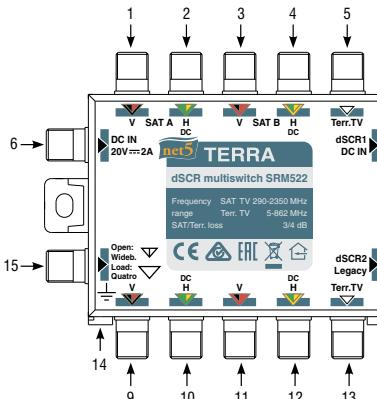

Рис. 1. Внешний вид мультизвича
Конфигурацию мультисвича SRM522 можно изменить с входного режима IF широкополосного спутникового конвертера Ку-диапазона на входной режим IF Quattro спутникового конвертера Ку-диапазона (SAT A, LNB LOlow=9750 MHz и LOhigh=10600 MHz), подключив к конфигурируемому входу нагрузку 75 Ω до включения питания (см. Рис. 1, поз. 15).
1. Мультизвич питается от местного источника (20 V) через входной разъем постоянного тока (см. Рис. 1, поз. 6) и передает постоянный ток в магистральные линии H. (Рекомендуется использовать блок питания PS20F 20 V).	Рекомендуется в качестве первоочередного варианта. ПРЕДУПРЕЖДЕНИЕ: При подключении магистральных линий H не перегружайте источник питания. Проверьте общее потребление энергии системы мультизвича и от H магистральных линий (включая все другое подключенное оборудование). Проверьте, является ли напряжение 20 V допустимым для всех остальных компонентов системы , подключенных к линиям H. ЕСЛИ ЭТО НАПРЯЖЕНИЕ НЕ ЯВЛЯЕТСЯ ДОПУСТИМЫМ, КОМПОНЕНТАМ МОЖЕТ БЫТЬ НАНЕСЕН ЗНАЧИТЕЛЬНЫЙ ВРЕД! Примечание: Все магистральные линии оснащены пропусканием ПТ.
3. Мультизвич питается от dSCR1/DC IN или dSCR2/Legacy выходов (абонентских) (см. Рис. 1, поз. 7, 8). Мультизвич и оборудование, подключены к магистральным линиям H, запитаны непосредственно от приемников.	ПРЕДУПРЕЖДЕНИЕ: МУЛЬТИЗВИЧ ПОТРЕБЛЯЕТ ТОК И ЭНЕРГИЮ ОТ ВЫХОДА С САМЫМ ВЫСОКИМ НАПРЯЖЕНИЕМ! Подключенные к абонентским выходам приемники должны обеспечивать достаточную мощность питания мультизвича и всего оборудования, подключенного к магистральным линиям H. В противном случае см. ниже.
4. Мультизвич питается от dSCR1/DC IN выхода через устройство подачи питания dSCR. (см. Рис. 1, поз. 7). (Рекомендуется использовать модель PI012)	Этот режим подобен режиму 1. Мультизвич и оборудование, подключенные к магистральным линиям H, запитанным через устройство подачи питания dSCR с пропусканием 22 kHz, подключенным к любому выходу dSCR. Используйте выход dSCR1, если Legacy приемника подключен к выходу dSCR2/Legacy. ПРЕДУПРЕЖДЕНИЕ: Не превышайте допустимую нагрузку по току устройства ввода питания и выходов dSCR (не более 800 mA). ПЕРЕГРУЗКА ПО ТОКУ МОЖЕТ ПРИВЕСТИ К ЗНАЧИТЕЛЬНОМУ ПОВРЕЖДЕНИЮ!